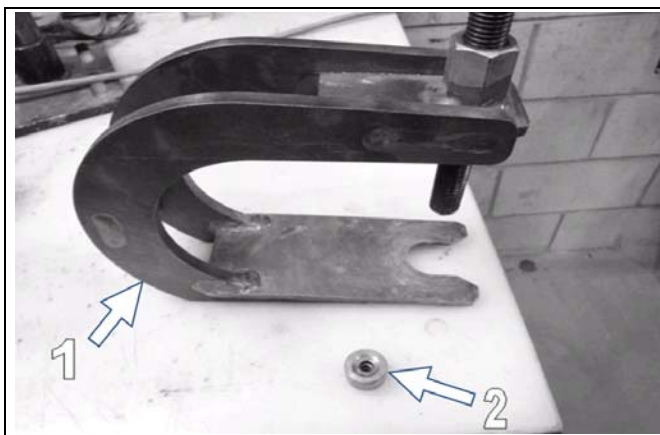

Abbildung 24
Benutzen Sie Camoplast-Abzieher Nr. 2000-00-1050 (Teil 1, Abbildung 24) und gehen Sie für den Radwechsel nach folgendem Verfahren vor:
- Falls keine Schraube vorhanden ist, benutzen Sie die Zentrierhülse (Teil 2, Abbildung 24), um den Abzieher zu positionieren.